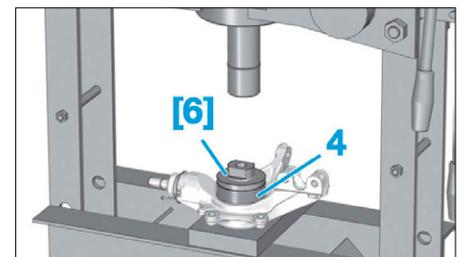

FIG. 45
- Positionner l'outil [6] entre la presse et le pivot (Fig.45)
- Monter à la presse le roulement neuf (4) jusqu'en butée.